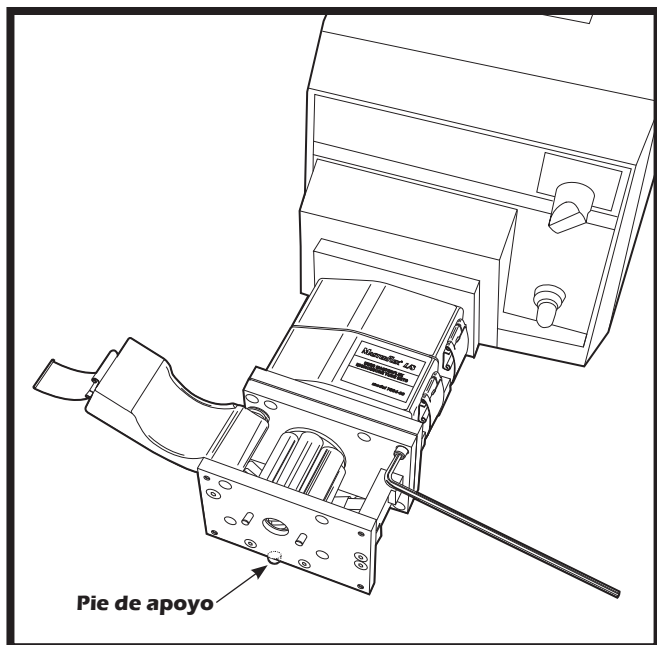

Figura 3, Cómo apilar los cabezales de bombeo
4. Ajuste los cabezales con los cuatro tornillos (provistos junto con el equipo) utilizando las cuatro esquinas de las bombas (Figura 3).